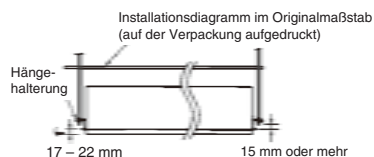
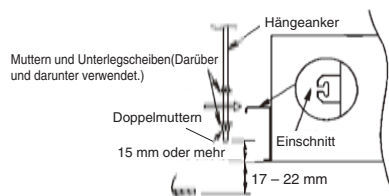

Abb. 3-6
Abb. 3-7
- (1) Die Maße der Deckenöffnung und die Positionen der Hängeanker müssen den Angaben in Abb. 3-1 entsprechen. Die Länge der Hängeanker muss so bemessen sein, dass ein Freiraum von mindestens 15 mm unter der Hängehalterung der Einheit verbleibt. Siehe Abb. 3-6.
- Die Länge der Hängeanker muss so bemessen sein, dass ein Freiraum von mindestens 15 mm unter den Halterungen verbleibt, wie in Abb. 3-7 gezeigt. Wenn die Hängeanker zu lang sind, können Sie die Montage der Deckenverkleidung und der Klappenmotorabdeckung stören oder unmöglich machen.
- (3) Die drei Sechskantmuttern und die beiden Unterlegscheiben (im Fachhandel erhältlich) auf jeden der vier Hängeanker schrauben, wie in Abb. 3-7 gezeigt. Je eine Mutter und eine Unterlegscheibe für die obere Seite, und zwei Muttern und eine Unterlegscheibe für die untere Seite verwenden, damit die Einheit nicht von den Hängevorsprüngen abrutschen kann.
- (4) Die Inneneinheit sollte so mit den Hängeankern (Abb. 3-7) befestigt werden, dass der Abstand zwischen der Unterseite des Hängevorsprungs und der Unterfläche der Decke 17 bis 22 mm beträgt. (Abb. 3-6) Der Abstand zwischen der Inneneinheit und der Unterfläche der Decke wird nach Anbringen der Deckenverkleidung am Gerät eingestellt.